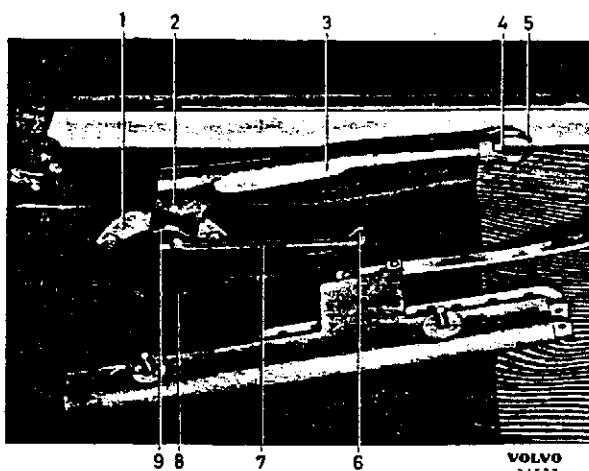

Abb. 50 Handbremsteile, P 1800
- Splint und Scheibe am Hebel entfernen (6 Abb. 50); Zugstange (7) so drehen, daß sie vom Handbremshebel gelöst werden kann. Rastensegment (1) ausbauen.
- Schrauben für die Lagerbefestigung (8) lösen und Bolzen sowie Befestigung hinaustreiben. Hebel (3) hervorholen.
- Handbremshebel lösen und Zugstange (7 Abb. 50) vom Hebel der Welle (6) ausschalten.